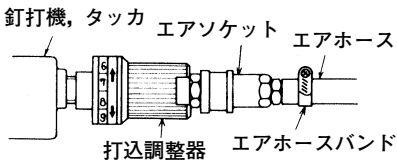

図 14
打込調整器（図5-①）は、釘打機・タッカのハンドル部に取付け手元で簡単に打ち込み深さの調整をするものです。（図14）